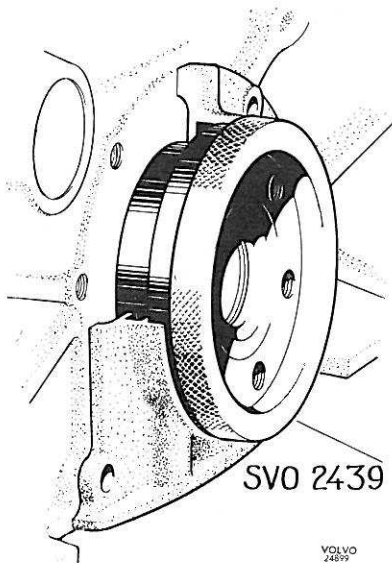

Figure 42. Centrage de la bride d'étanchéité arrière
3. Centrer la bride à l'aide de la douille de centrage SVO 2439, figure 42. Tourner la douille en cours de serrage des vis et régler la position de la bride si la douille est coincée. Vérifier si la face inférieure de la bride s'applique bien contre le bloc.